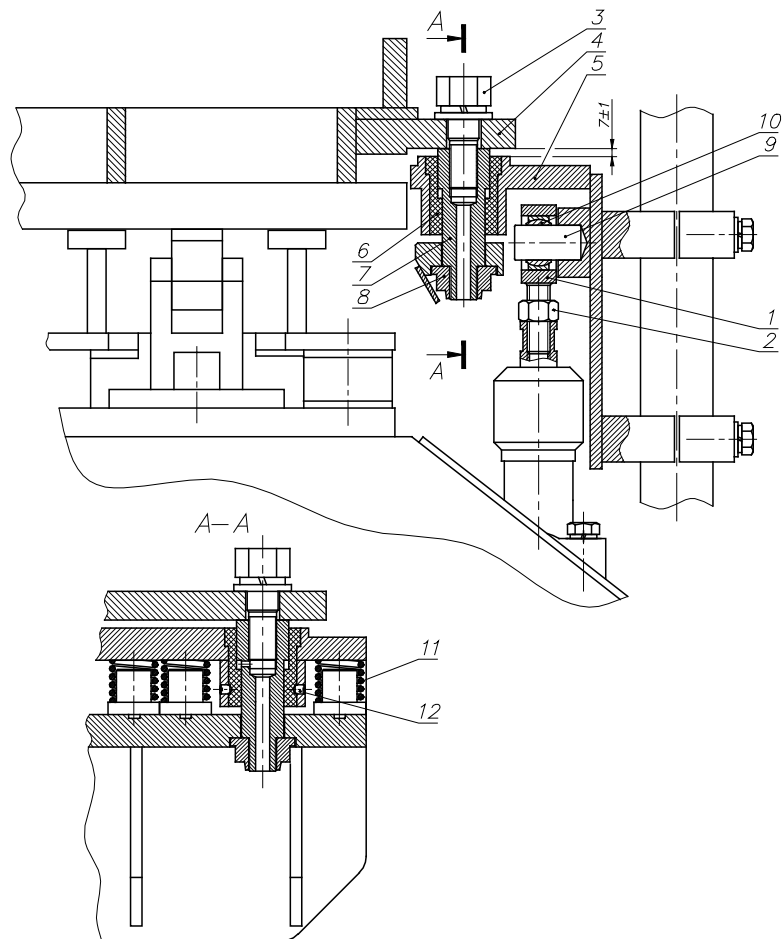

Рисунок 27. Схема настройки прижима матрицы.
- опустив матрицу в крайнее нижнее положение, проконтролировать размер  $7\pm 1$  мм (рисунок 27). При необходимости отрегулировать его вращением штока гидроцилиндра матрицы 1, после чего закрутить до упора контргайку 2.